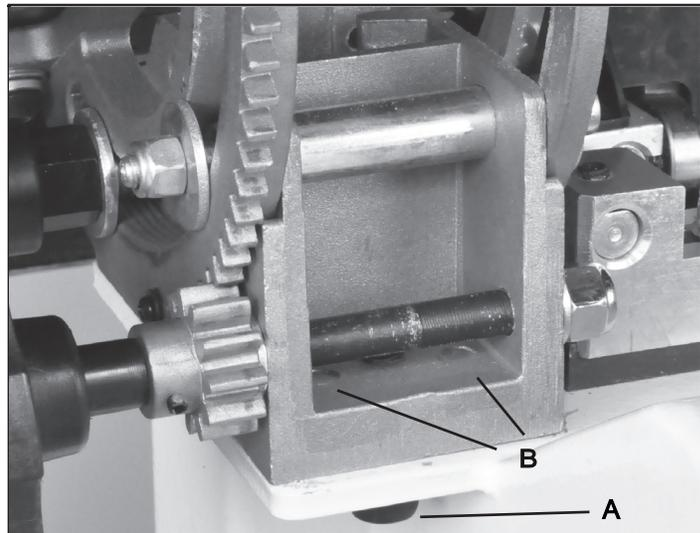

FIGURE 13
1. Sur le support inférieur Tourillon (# 17B), desserrer légèrement les deux boulons à tête hexagonale (# 22B, 25B) qui maintiennent le support au châssis de scie à ruban. Fig. 13, A.
3. A l'aide de la clé hexagonale de 3 mm, tournez les micro-vis hexagonales de réglage du tourillon inférieur (n ° 23B) pour ajuster la position de la table. Fig. 13, B.